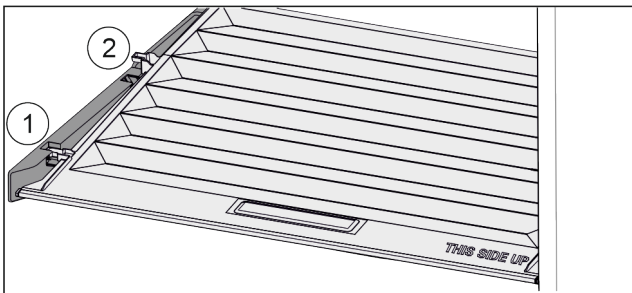

Fig. 56
- ▶ Arrastre hacia adelante Fig. 56 (1) la tapa hasta la abertura en las piezas de soporte.
- ▶ Levántela de la parte trasera desde abajo y quítela Fig. 56 (2) hacia arriba.